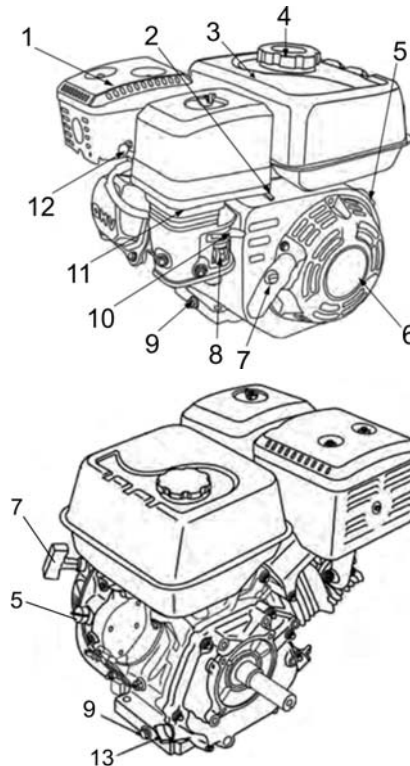

Abb. 13: Motor
Motor (Abb. 13)
Motorschalter (5): Hier wird der Motor ON/EIN und OFF/AUS geschaltet. In Gefahrensituationen den Not-Halt-Bügel (2) (1 - Abb. 13) loslassen und den Motorschalter aus OFF/AUS drehen. Der Motor schaltet ab (Zündung kurzgeschlossen).